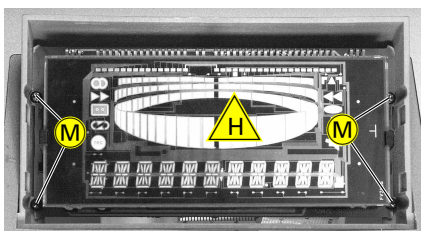

Fig. 5
- 4 Schrauben  $\textcircled{M}$  herausschrauben und Display-Platte herausnehmen (Fig. 5).
- Undo 4 screws  $\textcircled{M}$  and remove the Display Board (Fig. 5).